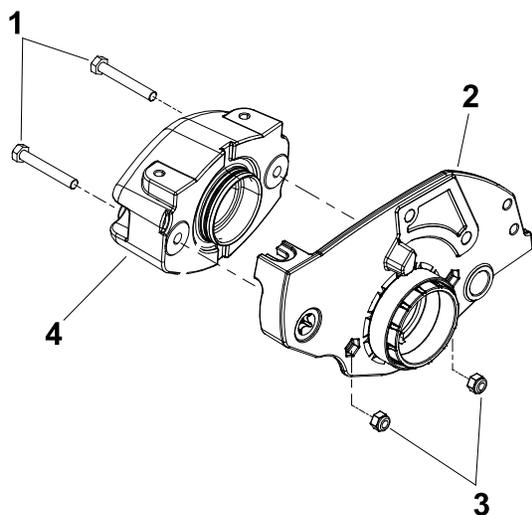

Figura 16
15. Utilizzate le viti a testa cilindrica e i dadi esagonali per fissare la zavorra alla piastra laterale destra (Figura 16).